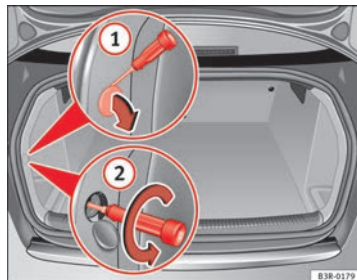
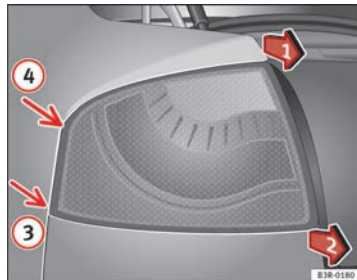

Abb. 209 Gepäckraum:
Abb. 210 Ausbau der
- Hebeln Sie die Abdeckung an der Aussparung ⇒ Abb. 209 ① mit dem flachen Teil des Schraubendrehers ab.
- Lösen Sie die dahinterliegende Schraube mit dem Schraubendreher (Pfeile) ②.
- Die Heckleuchte abwechselnd in Pfeilrichtungen ⇒ Abb. 210 Position ① und ② ziehen, bis die Heckleuchte sich aus der Aufnahme (Positionen ③ und ④) löst.